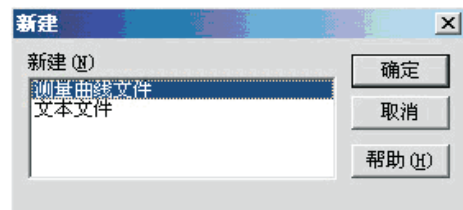

图 15
- 新建对话框内有两种模式供你选择：测量曲线文件和文本文件（如图15）；